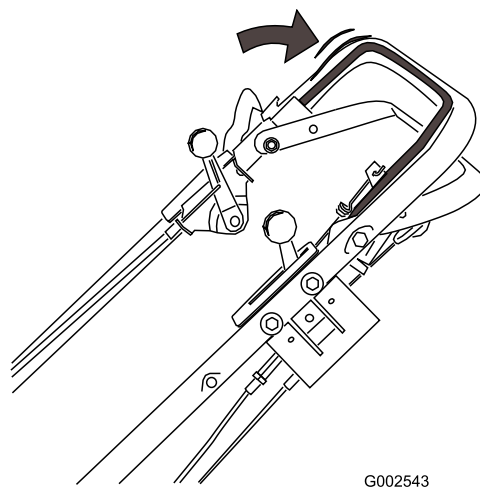

Figure 13
2. Serrez et maintenez la barre de commande de la lame contre le guidon (Figure 13).